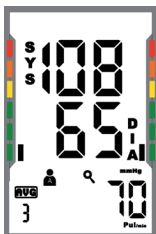

Fig. 8a
- Appuyer sur le bouton „On START / Off“ pour afficher les moyennes quittent (s. Fig. 8a, page suivante). Le nombre dans l'affichage sous „AVG“ indique combien de valeurs passées de la moyenne a été calculée. (Lorsque vous modifiez ce nombre, s'il vous plaît lire le chapitre „heure, la date et les réglages